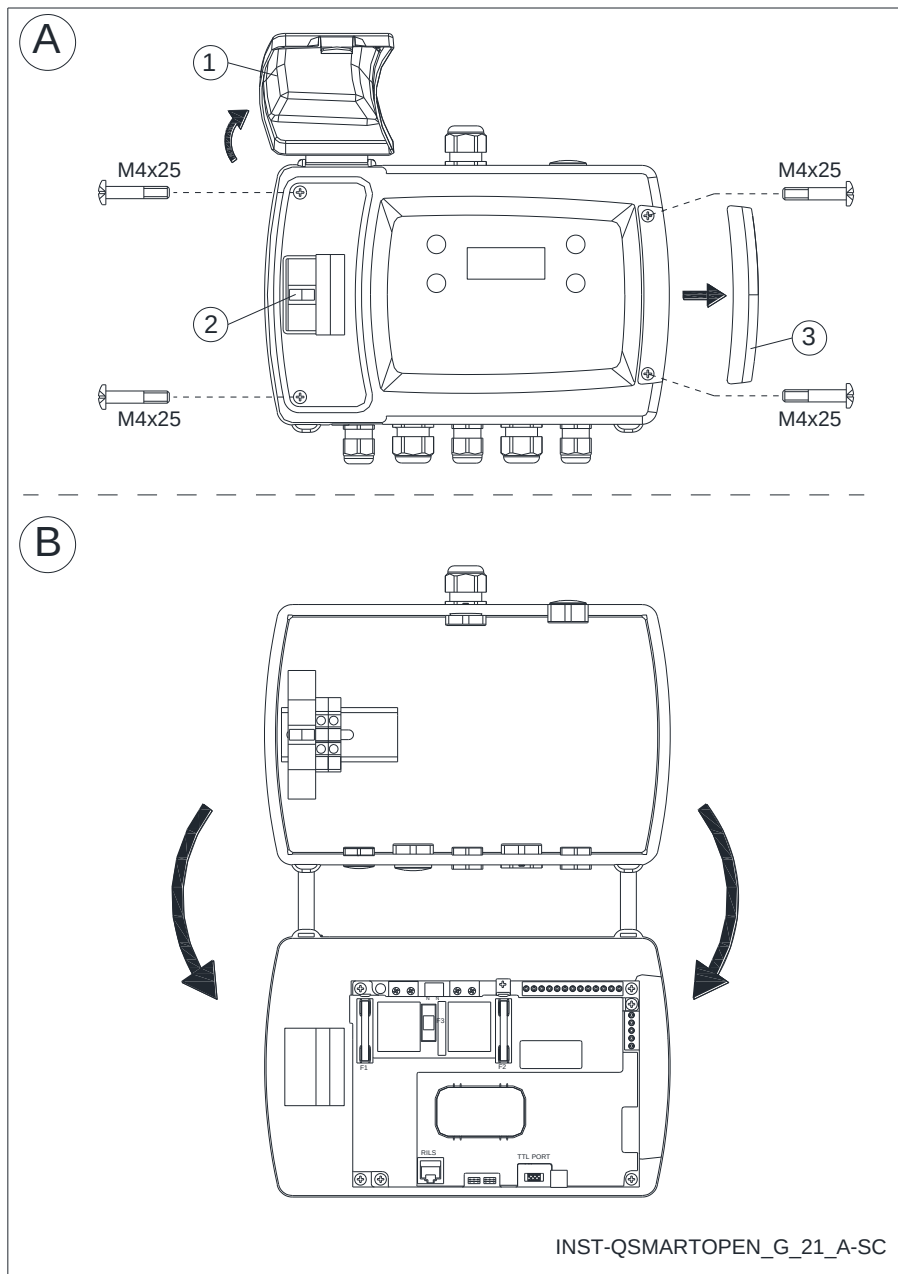

Figura 1
Collegamento KIT Modus su Q-SMART (vedi figura 1, 2).
2. Aprire i coperchi frontali (1) e (3) e spegnere l'interruttore generale (2).
3. Svitare le 4 viti M4x25 e aprire il coperchio POSTERIORE (vedi Figura 1).